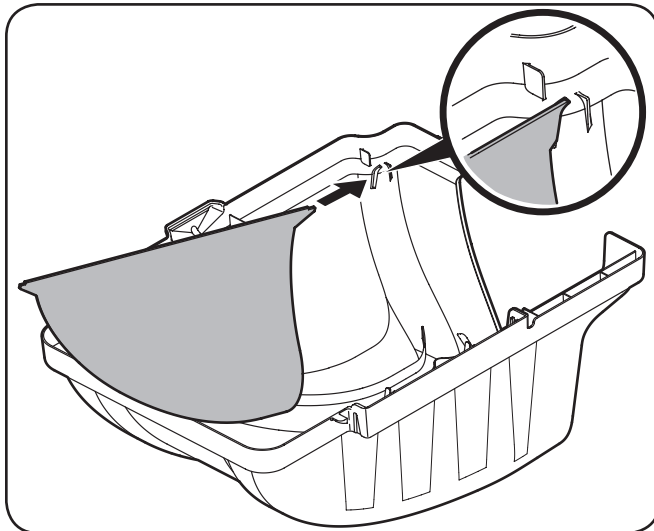
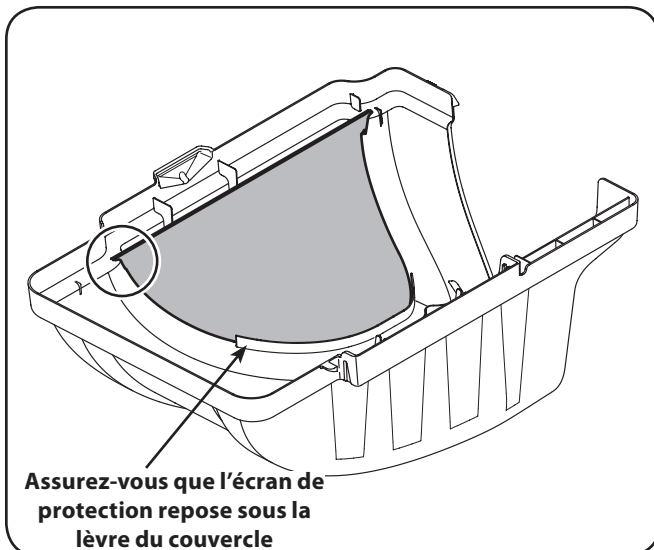

Figure 4-12
Figure 4-13
3. Installez l'écran de protection du dispositif d'ensilage sur le couvercle du dispositif d'ensilage en insérant d'abord l'extrémité la plus proche du côté avec la découpe dans le trou de montage, comme illustré à la figure 4-12. Assurez-vous de placer l'écran de protection sous la lèvre, comme illustré à la figure 4-13.
4. Insérez dans l'autre côté en poussant l'écran de protection dans la découpe fournie. Consultez la figure 4-13.